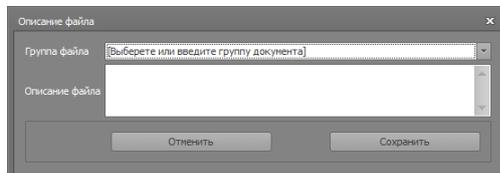

Рисунок 97
- в открывшемся окне – Описание файла (рис.97)